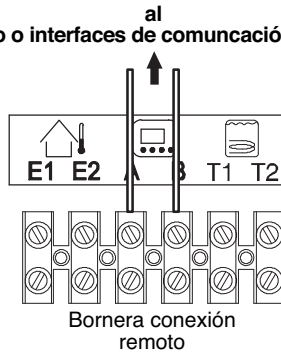

Fig. 5.31
Conecte a los bornes (A) y (B) de la bornera los dos conductores eléctricos, como se indica en la Fig. 5.31.